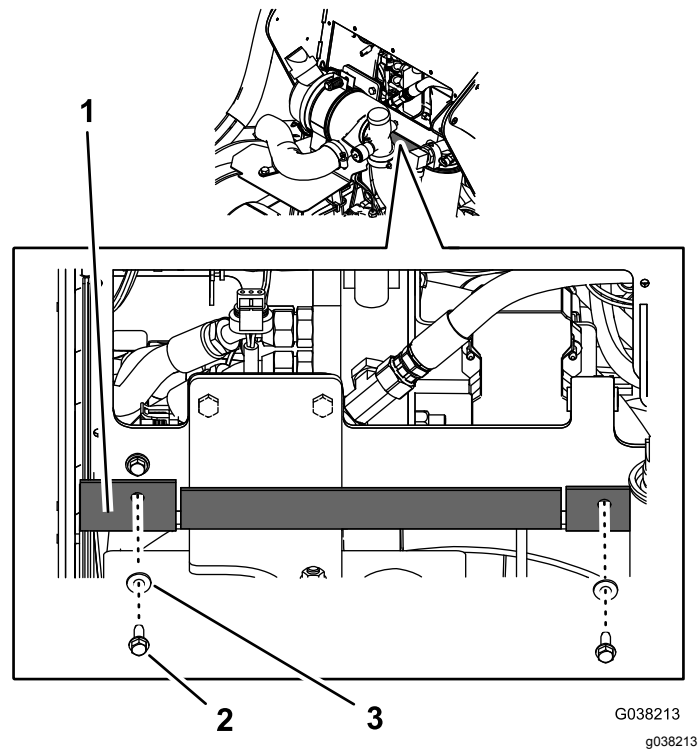

Figure 19
6. Reposez les 2 boulons et les 2 rondelles qui fixent le déflecteur en caoutchouc sur la machine (Figure 19).